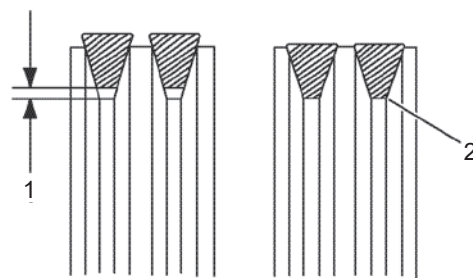

Рис.40
- Затяните клиновой ремень до нужного натяжения. Между клиновым ремнем и нижней частью канавки шкива должен быть зазор (1, Рис. 40). Если зазор (2, Рис. 40) между клиновым ремнем и нижней частью канавки шкива отсутствует, замените клиновой ремень.